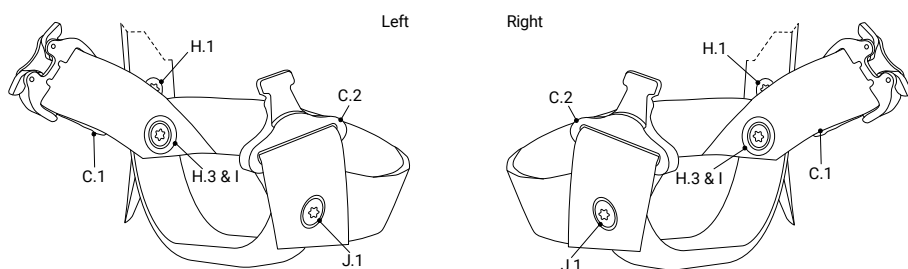

図 2: 下部クリックバックル
20.010の取り付けでは、クリックバックルのメス側 (C.1) とオス側 (C.2) を図2のように配置してください。